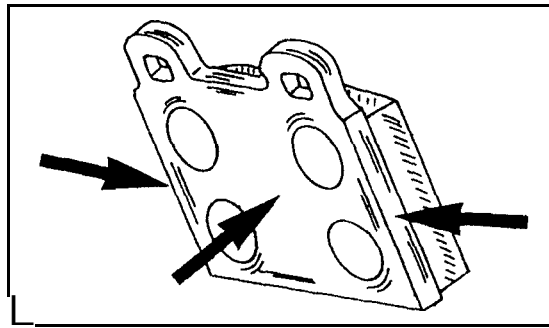

Bild 319
- Die Belagrückenplatte an den mit Pfeilen in Bild 319 bezeichneten Stellen leicht mit Molykote-Paste „U“ einsmieren und die neuen Klötze einsetzen.